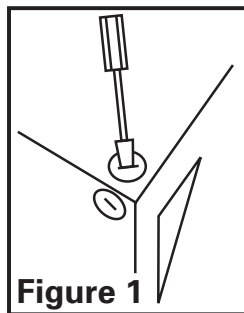

Figure 1
- Choisir un emplacement pour votre ventilateur. Pour assurer la meilleure performance du débit d'air et sonore, il est recommandé que la longueur des conduits et que le nombre de coudes soient gardés au minimum et que des conduits rigides isolés soient utilisés. Ce ventilateur nécessitera au moins 20,3cm (8po) de dégagement dans le plafond ou le mur, et s'installe au travers de cloison sèche d'une épaisseur de jusqu'à 1,9cm (3/4po). Le ventilateur s'installe entre 40,6cm ou 61cm (16po ou 24po) au centre des solives à l'aide des quatre (4) traverses de montage incluses.
- Sélectionner l'alvéole défonçable la mieux appropriée et l'enlever à l'aide d'un tournevis à lame plate (Figure 1).